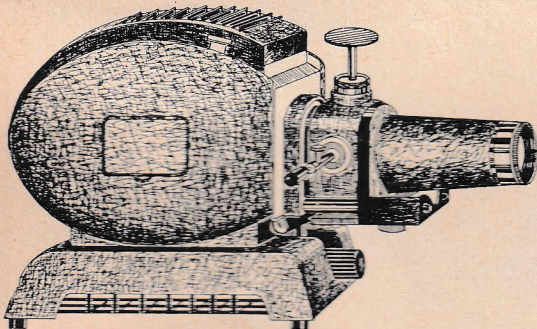

Fig. 5
b) Projektion mit einem Leitz-Projektor (Fig. 5 und 6)
b) Projection by means of a Leitz projector (Figs 5 and 6)
b) Avec projecteur Leitz (fig. 5 et 6)